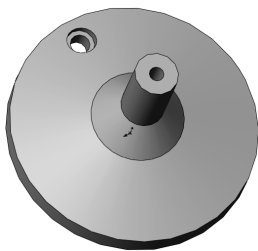

图 7-75 打开的文件实体
- 1) 在图 7-75 所示的模型中选择特征，该特征在图形区中将以高亮度显示。